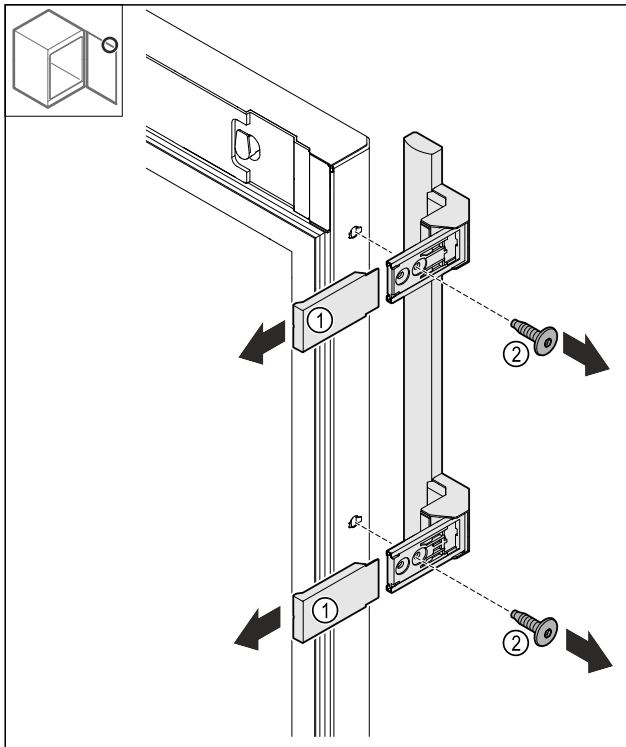

Fig. 16
- ▶ Abdeckungen Fig. 16 (1) abziehen.
- ▶ Schrauben Fig. 16 (2) lösen.